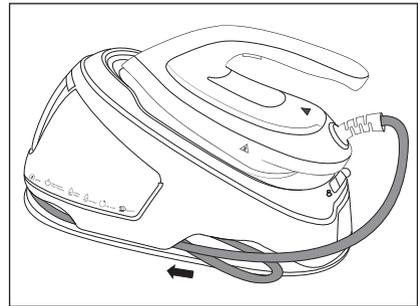

Fig. 9
- 5) Unire il flessibile di alimentazione 16 al centro e infilarlo nello scomparto 8 dell'apparecchio (vedere fig. 9).